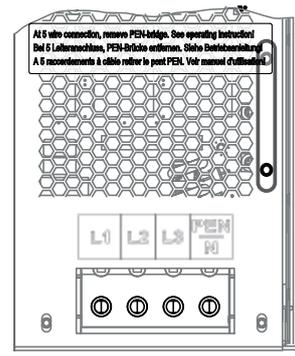

Bild 27: 4-Leiter-Anschluss
- 1. Leitungen entsprechend der Beschriftung der Leiterplattenklemmen anschließen (Bild 27).